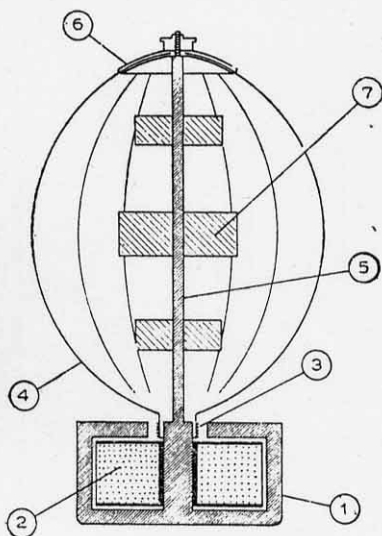

Fig. 1
In fig. 1 è mostrato schematicamente un altoparlante sferico. Un elettromagnete (1, 2) crea, nel modo noto, il campo dove trovasi immersa la bobina mobile (3) e costituisce la base di appoggio.